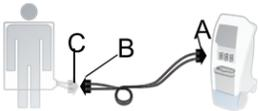

Figura 5 –
- Conecte la manguera (A) al puerto de conexión a la manguera del controlador (Figura 5).